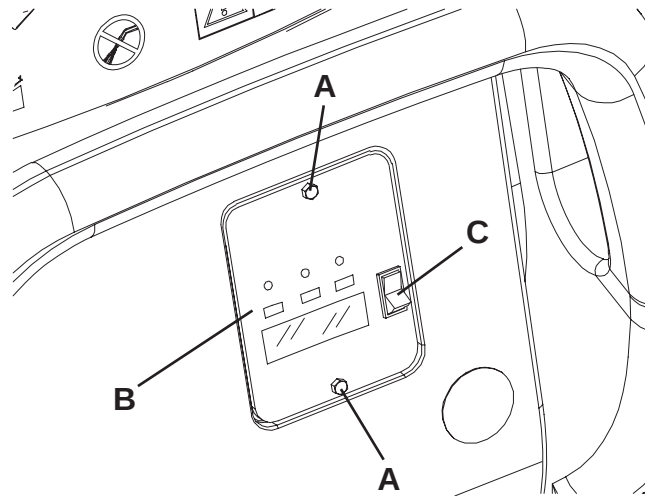

Figure 1
7. Déposer les vis (A, Fig. 1) de l'hublot de lecture des données du chargeur de batterie.
8. Déposer l'hublot (B).
9. Positionner le sélecteur (C) sur WET pour batteries au plomb ou sur GEL pour batteries au gel.
10. Installer l'hublot (B) et serrer les vis (A).